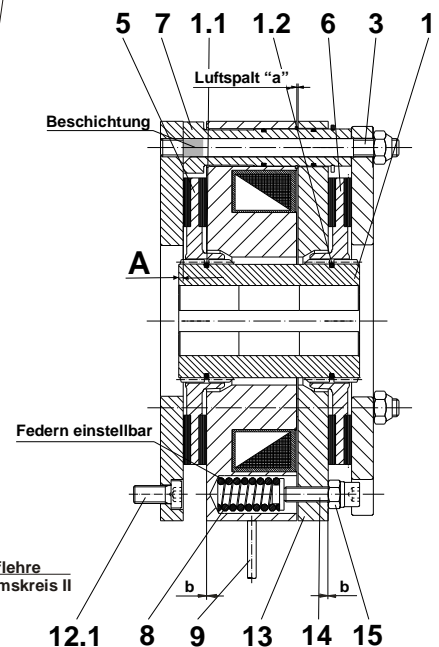

Bild 3
- Das Maß "A" (Bild 3 und Tabelle 2) ist einzuhalten.
1. Zahnnahe KO (1) gemäß Bild 3 auf Welle montieren, **Maß "A" nach Tabelle 2 und Bild 3 beachten, auf ganze Traglänge der Passfeder achten, und axial sichern** (z.B. mit einem Sicherungsring).
2. Evtl. Flanschplatte (12) mit Hilfe der Zylinderschrauben (12.1) montieren (Anzugsmoment nach Tabelle 2 beachten).
3. Rotor 1 (5) von Hand mit leichtem Druck über O-Ringe (1.1 und 1.2) auf die Zahnnahe (1) schieben (Rotorbund zeigt von Maschinenwand bzw. Flanschplatte weg). Auf Leichtgängigkeit der Verzahnung achten. Keine Beschädigung der O-Ringe.
4. Stiftschrauben (3) **mit beschichteter Gewindeseite** bis zur Beschichtung (Einschraubbegrenzung) in Gewindebohrungen der Bremsenanschraubfläche (Maschinenwand) bzw. bei Flanschplatte bis Anschlag von Hand eindrehen (mit LOCTITE 243 sichern).
5. Bremskörper (2) über Stiftschrauben (3) schieben.
6. Rotor 2 (6) von Hand mit leichtem Druck (über O-Ring (1.2)) auf die Zahnnahe (1) schieben (Rotorbund zeigt in Richtung Maschinenwand bzw. Flanschplatte). Auf Leichtgängigkeit der Verzahnung achten. Keine Beschädigung des O-Ringes.
7. Bremsplatte (16) über Stiftschrauben (3) schieben.
8. Bremse mit Hilfe der Sechskantmutter (4) rundum gleichmäßig befestigen.